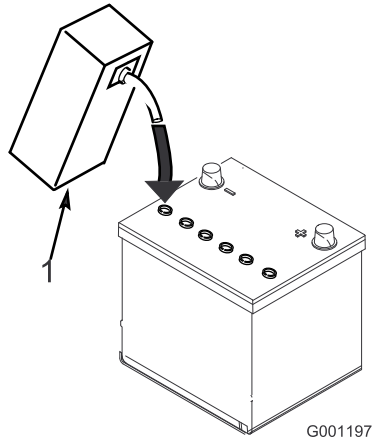

Рисунок 5
3. Осторожно заливайте электролит в каждую ячейку до уровня над пластинами примерно 6 мм (Рисунок 5).
4. Подождите примерно 20-30 минут, пока электролит не впитается в пластины. При необходимости доливайте электролит до уровня примерно на 6 мм ниже низа заливочного отверстия (Рисунок 5).